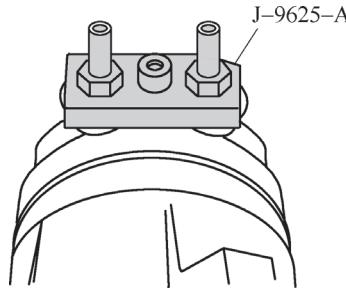

图 5-89 压缩机泄漏测试
- 1) 安装专用工具如图 5-89 所示。
- ① 压力释放阀。
- ② 前端盖密封件。
- ③ 后端盖密封件。
- ④ 螺栓衬垫。
- ⑤ 压缩机轴密封圈。
- ⑥ 高、低压管接口。